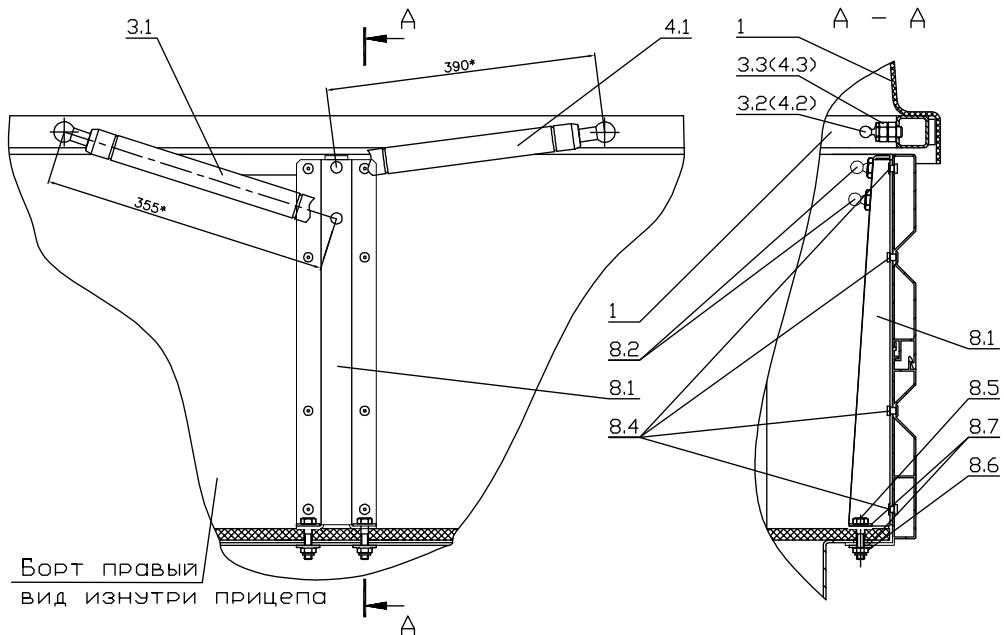

Рисунок 2.
9. Прикрутить верхние шаровые шарниры 3.2 через дистанционную гайку 3.3 (рис. 2б сечение А-А).
10. В закрытом состоянии крышки разметить отверстие Б в левом и правом борту прицепа на расстоянии 355мм от оси вращения шарнира и 8мм от верхнего края борта, как показано на рис. 2б.
11. Просверлить отверстия, Ø9мм. Прикрутить нижние шаровые шарниры 3.2 (рис. 2б сечение В-В).
14. Установить стопоры газовых упоров 3.5 (рис. 2б). Установить газовые упоры 3.1 штоком вниз.
Рисунок 2б.
10. Прикрутить верхние шаровые шарниры 4.2 через дистанционную гайку 4.3 (рис. 2г, сечение А-А).
11. Просверлить отверстие Ø9мм в левом и правом борту прицепа на расстоянии 10мм от верхнего края борта и 10мм от заднего края стойки, как показано на рис.2г.
12. Прикрутить нижние шаровые шарниры 4.2 (рис. 2г, сечение В-В).
14. Установить стопоры газовых упоров 4.5 (рис. 2г).
Рисунок 2г.
10. Прикрутить верхние шаровые шарниры 3.2 и 4.2 через дистанционные гайки 3.3 и 4.3 (рис. 2д, сечение А-А и сечение В-В).
11. Просверлить отверстие Ø9мм в левом и правом борту прицепа на расстоянии 10мм и 50мм от верхнего края борта и 10мм от заднего края стойки, как показано на рис.2д.
12. Прикрутить нижние шаровые шарниры 3.2 и 4.2 (рис. 2д, сечение Б-Б).
Рисунок 2д.
11. Прикрутить верхние шаровые шарниры 3.2 и 4.2 через дистанционные гайки 3.3 и 4.3 (рис. 2, сечение А-А).
12. Изнутри прицепа, при закрытой крышке, установить стойку газовых упоров, таким образом, что бы от центра заднего шарового шарнира крышки до центра верхнего шарового шарнира стойки было 395-405 мм. (355, для крышки модели 251214), а от центра переднего шарового шарнира крышки до центра нижнего шарового шарнира стойки было 355-365 мм. (не сверлить для крышки модели 251214), как показано на рис.2д. Удерживая стойку газовых упоров, через отверстия стойки просверлить отверстия диаметром 5 мм., в борту прицепа, и отверстия диаметром 6 мм. в полу прицепа
13. Закрепить стойку газовых упоров, **сначала к полу прицепа** болтами М6x25 (затянуть гайки усилием 12 Н.м.), потом вытяжными заклёпками ф4,8x10 (верхний и нижний ряд заклёпок вставляется изнутри прицепа а средние ряды снаружи), как показано на рис.2д.